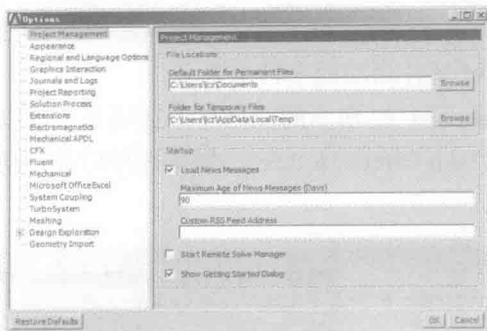

图 1-15 Options 对话框
**Options (选项):** 选择 Option 命令会弹出如图 1-15 所示的 Options 对话框，其中主要包括以下选项卡。